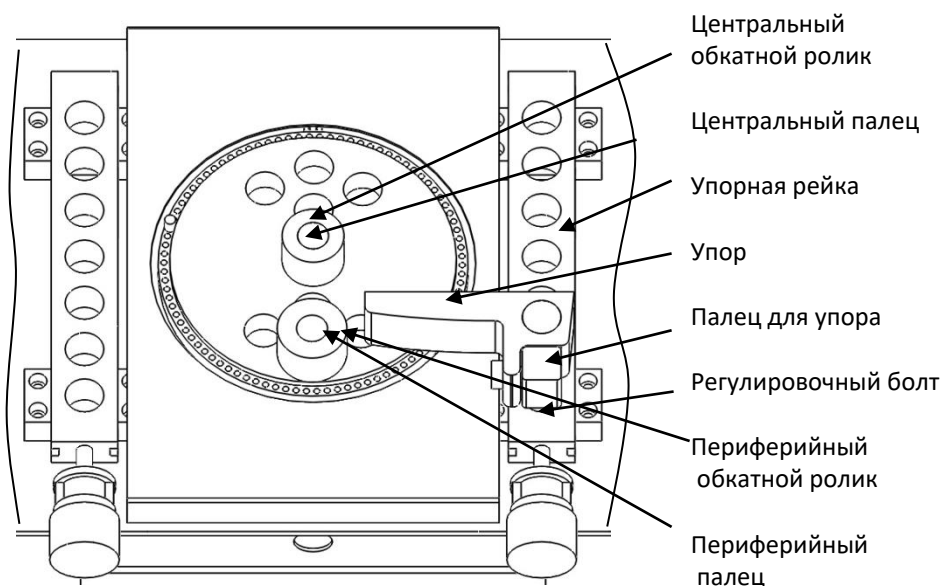

Рис. 3 Рабочая поверхность
- Установите упор в упорную рейку. Упор необходимо зафиксировать при помощи квадратного пальца и регулировочного болта (см рис. 3). **При установке упора, убедитесь в том, чтобы, был зазор между упором и планшайбой, не менее 5 мм. Если зазора нет, проверьте не ослаблены ли болты, удерживающие планку на упоре.** Упор рекомендуется использовать при малых диаметрах. Для больших диаметров рекомендуется использовать пальцы, во избежание повышенного трения.